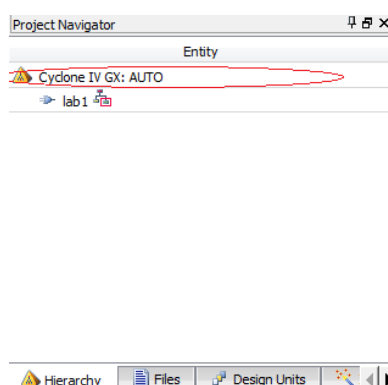

Рисунок 1- Поле навигации проекта
- 3) Необходимо выбрать используемую схему ПЛИС Altera. Для этого два раза щелкните по выбранной ПЛИС в поле Hierarchy(рисунок 1).